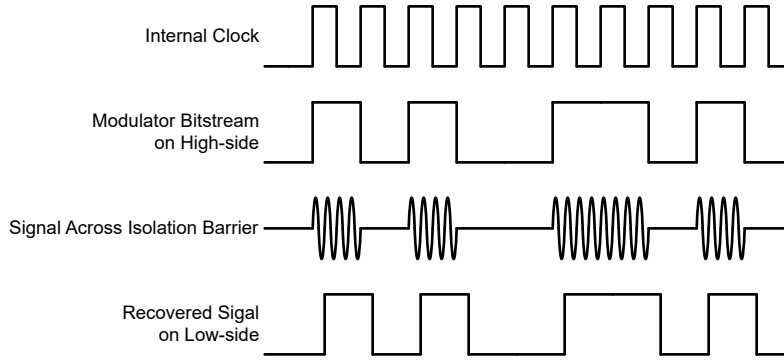

图 7-1. 基于 OOK 的调制方案
AMC3311-Q1 使用开关键控 (OOK) 调制方案 (如图 7-1 所示), 跨过基于  $\text{SiO}_2$  的隔离栅来传输调制器输出比特流。功能模块图中描述的发送驱动器 (TX) 跨过隔离栅发送一个内部生成的 480MHz 载波来表示数字一, 不发送信号则指示数字零。